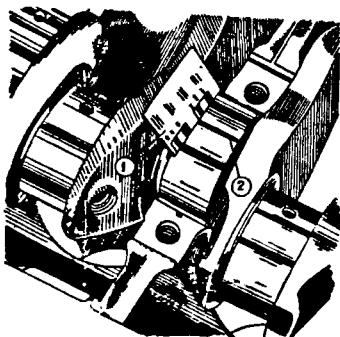

Рис. 2-37. Определение зазора по шкале: 1 - шкала; 2 - калиброванная проволока
- снимите крышки и по величине сплющивания проволоки по шкале упаковки (рис. 2-37) определите величину зазора.